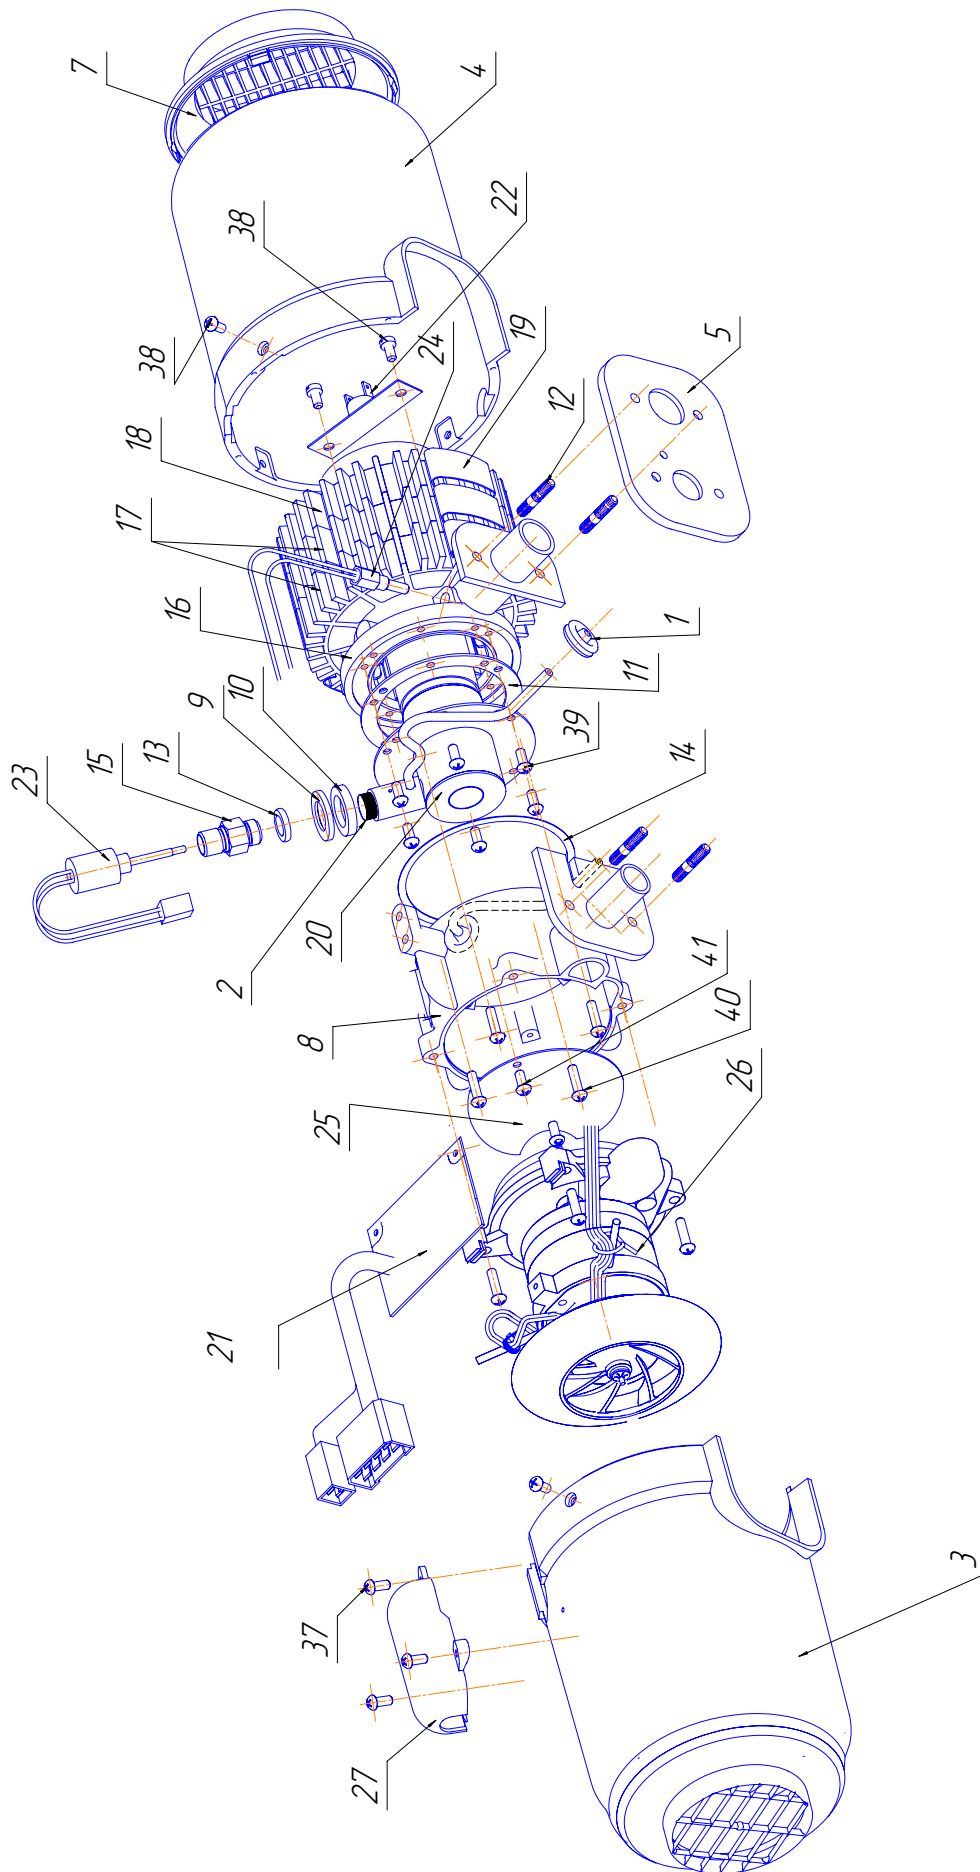

Рис.3-Схема деления нагревателя (для ПЛАНАР -4ДМ-12/24) на составные части.
- 3* * Состав нагревателя ПЛАНАР-4ДМ-12, ПЛАНАР-4ДМ-24 согласно схеме деления – рис.3 и перечню деталей и сборок – таблица 3.